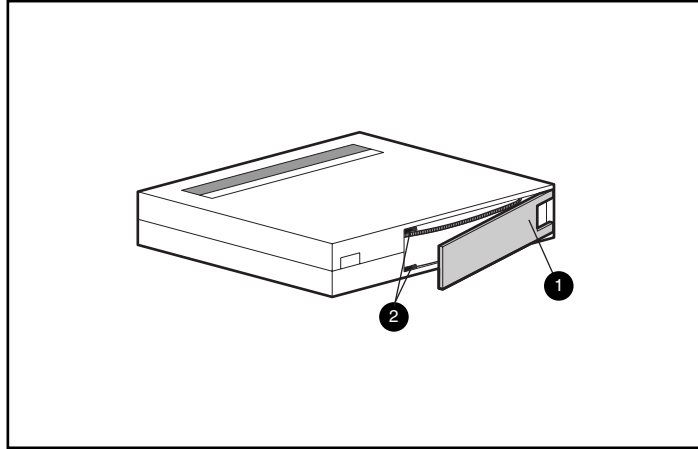

Figura 6: Comprobación de la guía de la puerta
- Si no suena, compruebe la guía de la cinta ② que se encuentra dentro del cartucho. Para ello, abra la puerta de la parte posterior del cartucho quitando el bloqueo de la puerta ①. La guía de la cinta debe estar en la posición que se muestra en la Figura 6.